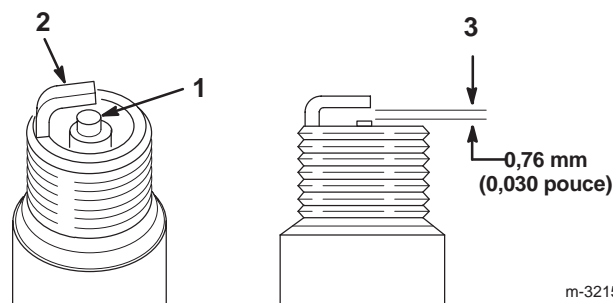

Figure 46
1. Nettoyez les électrodes en les grattant ou avec une brosse métallique pour éliminer la calamine et l'humidité (Fig. 46).
2. Examinez la bougie (Fig. 46).
3. Contrôlez l'écartement entre l'électrode centrale et l'électrode latérale (Fig. 46). Courbez l'électrode latérale (Fig. 46) si l'écartement est incorrect.